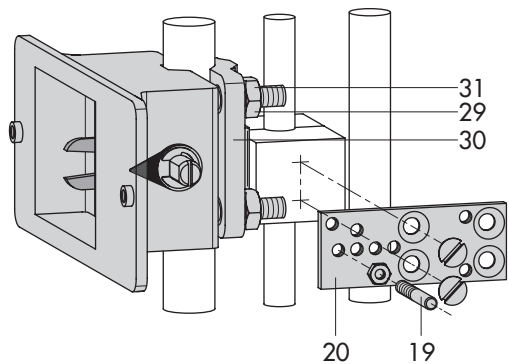

図. 6: IEC 60534-6 (NAMUR) に準拠した取付
必要な取付部品については、表 5 に掲載されています。弁の定格ストロークによって、どのレバーとレンジスプリング（表 6）が必要かが決まります。アダプタハウジングを取付に使用します（図 . 6）。弁のストロークがレバー（18）とシャフト（25）によってアダプタハウジングのブラケット（28）に伝わり、さらにポジションのレバーにあるピン（27a）に伝わります。ピン（27a）がブラケット（28）に適切に位置づけられるように、付属品に含まれるスプリングをポジションハウジングの後部に固定します（図 . 4 を参照）。
ポジションは、調節弁の左右側のどちらでも取り付けすることができます（図 . 5 および図 . 6）。アダプタハウジングでポジションを 180°回して、ポジション / 調節弁ユニットの動作方向を決めるかまたは変更します。
→ 取り付け部品とレンジスプリング：表 4 / 表 5 を参照。図. 6 に準じた取り付け。
2. シャフト (25) をアダプタハウジング内で動かし、黒いポインタ (24) をアダプタハウジングの鑄造マーキングと一致させます。
3. ねじ (23) を使用して、クランピングプレート (22) をこの位置で固定します。
4. ピン (27a) をポジションレバーのプレスナットがある側にねじ込みます。表 6 と図. 6 に従い取付位置 **A** または **B** に注意しながら、反対側から六角ナットで所定位置に固定します。
5. 取付方向に留意しながら、ポジションをアダプタハウジングに配置します。固定して、ピン (27a) がブラケット (28) に嵌ることを確認します。ピンは一度取り付けたらブラケットから外れてはなりません。